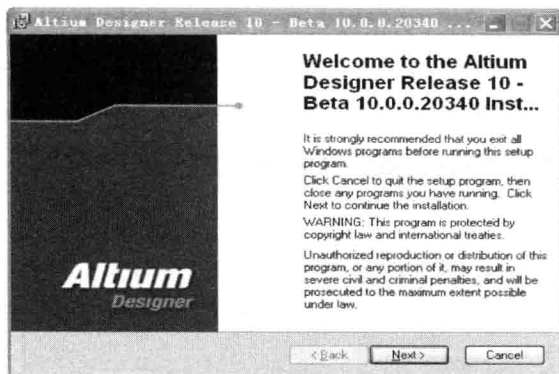

图 1-1 安装向导欢迎窗口
(1) 将软件安装盘放入计算机光盘驱动器中，进入安装界面。单击“Install Altium Designer”，显示如图 1-1 所示的安装向导欢迎窗口。